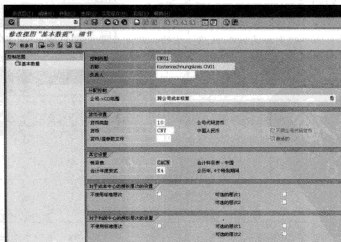

图 5-101 控制范围属性字段修改
STEP 3 可以单击“新条目”按钮创建控制范围。也可以选择某条控制范围，然后进行修改。双击某条控制范围行项目，进入“修改视图‘基本数据’：细节”界面，如图 5-101 所示。在该界面中，可以分配控制的 CO 范围、货币类型、会计年度变式等属性。